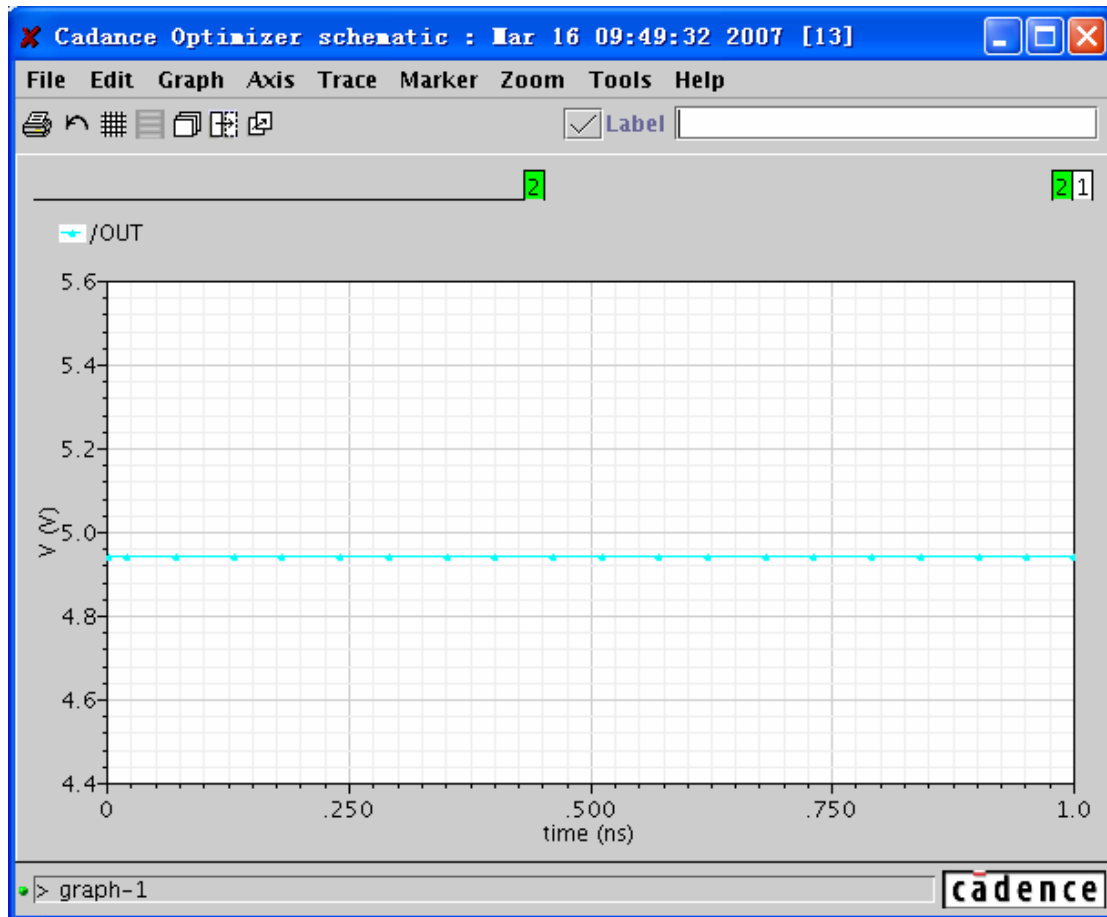

图 12.4 选择 “Graph” → “Layout Card” 后，每个子窗口与 “Waveform” 窗口同等大小
- 选择 “Graph” → “Layout Card”：选择这种方式后，每个子窗口都将拥有和 “Waveform” 窗口同等的大小。因此子窗口堆叠在一起，只有最上面一个被显示。此时通过右上角处的图表编号选择显示的子窗口。选中子窗口的编号将变成绿色，如图 12.4 所示。